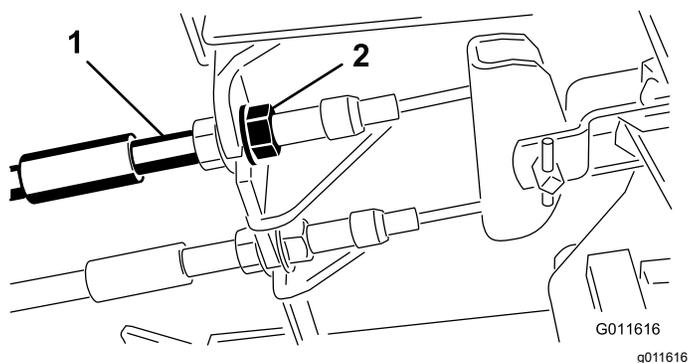

Figura 95
1. Per ridurre il gioco dei pedali del freno, stringete i freni allentando il dado anteriore sull'estremità filettata del cavo del freno (Figura 95).